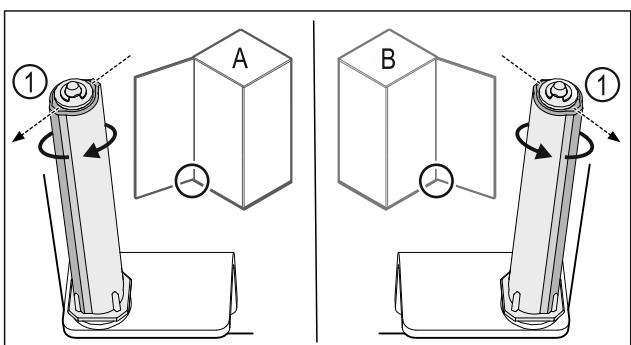

Fig. 30 Okretanje nalijevo (A) / okretanje nadesno (B)
- Okrećite sustav zatvaranja do kraja dok lamela sustava zatvaranja Fig. 30 (1) ne bude usmjereni prema van.